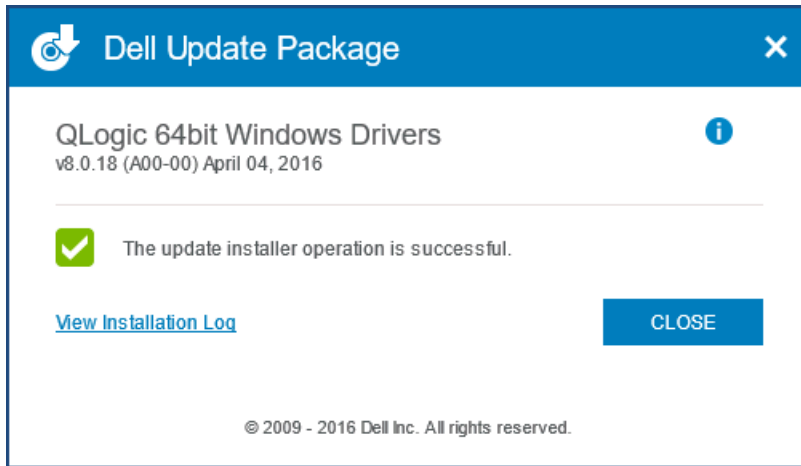

Ilustración 3-8. Ventana Dell Update Package (Paquete de actualización de Dell)
9. En la ventana Dell Update Package (Paquete de actualización de Dell) (Ilustración 3-8), el mensaje “Update installer operation was successful” (La operación de actualización del instalador se ha realizado correctamente) indica que proceso ha acabado.